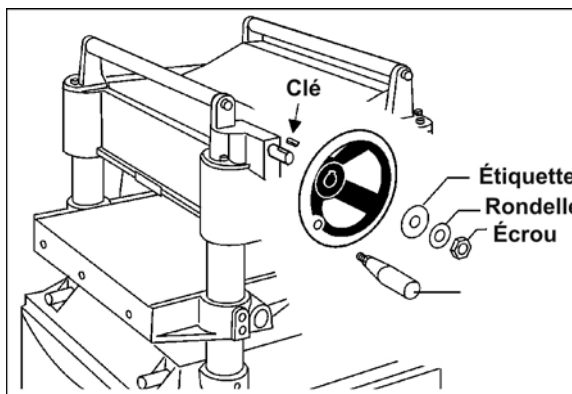

Figure 7
1. Placez la clé dans la fente de l'arbre (Figure 7) et montez la roue manuelle sur l'arbre en vous assurant qu'elle est orientée de sorte qu'elle glisse sur la clé.